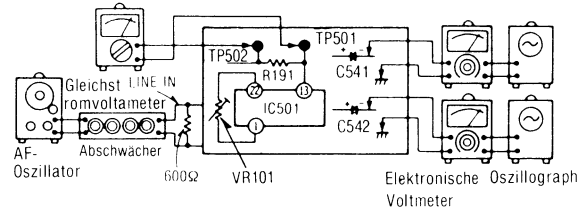

Fig. 19
1. Führen Sie die in Fig. 19 gezeigten Anschlüsse durch und geben Sie ein 1 kHz -27dB Signal vom LINE IN ein und stellen Sie den Lärmreduktionswähler in die Position dbx.